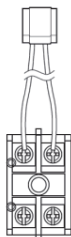

Fig.1
Schritt 3. Verbinden Sie das bauseitige Kabel mit dem Sensor wie in Abb. 1 gezeigt.
[Abb. 1]
- ① Klemmenblocksatz der Ersatzheizung finden (Abb. 1).
- ② Montieren Sie den Klemmblocksatz mit dem Schraubgerät.